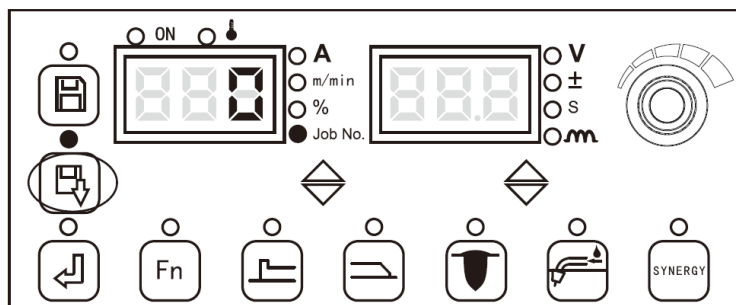

Рисунок 3-17 Экран загрузки сохраненных параметров
2. С помощью ручки на панели управления выберите код операции (от 0 до 49), параметры которой необходимо изменить, как показано на Рис. 3-17.